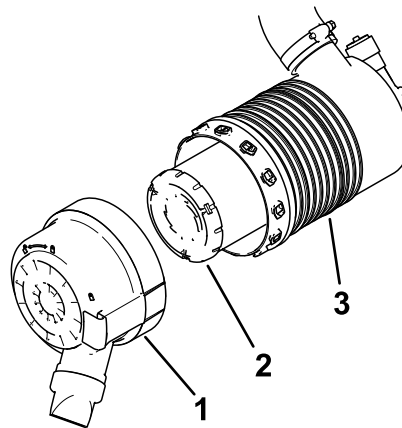

Figura 41
5. Instale la cubierta del limpiador de aire con el tapón antipolvo orientado hacia abajo, tal y como se muestra en la Figura 41 y cierre los enganches.